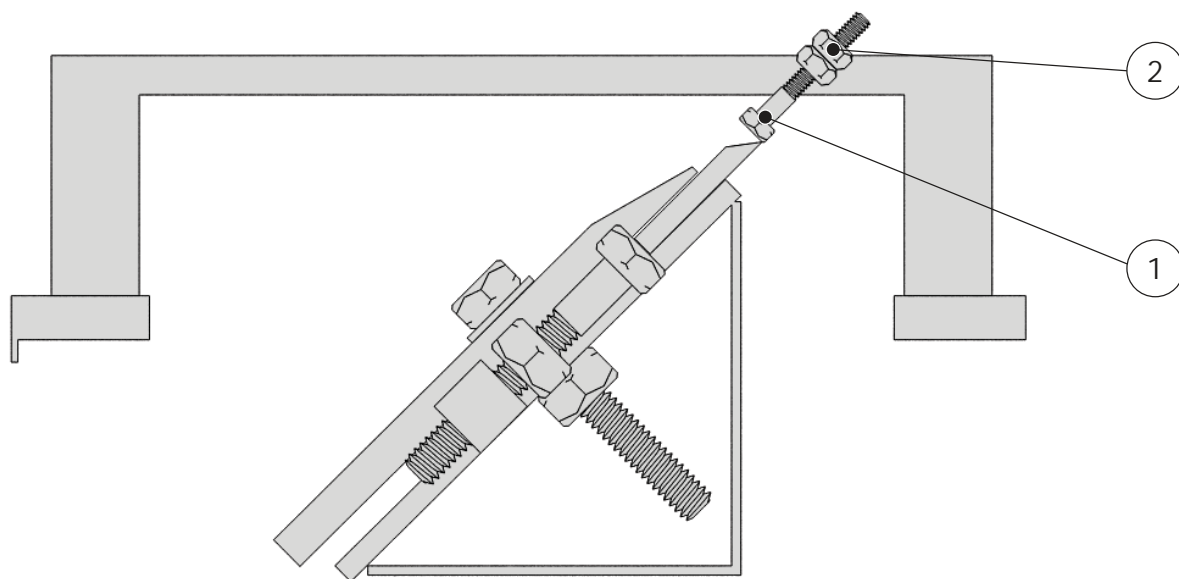

Рис. 12
2. Отрегулировать положение щупа (1) приспособления и зафиксировать его контргайкой (2) так, чтобы нижняя плоскость щупа касалась режущей кромки ножа. (Рис. 12)